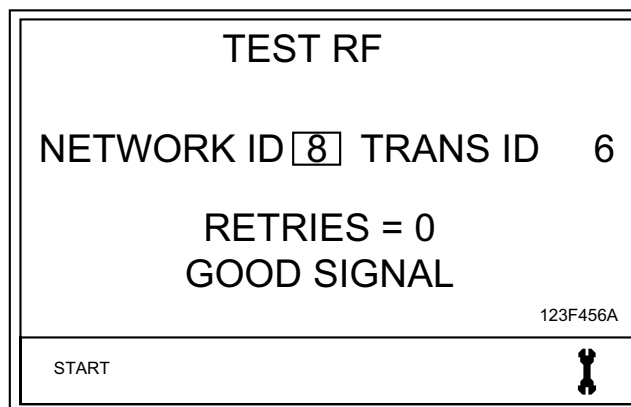

ABB. 8
*Wenn der Signalempfang gut ist, erscheint auf dem Zähler-Display die folgende Meldung (ABB. 8):*